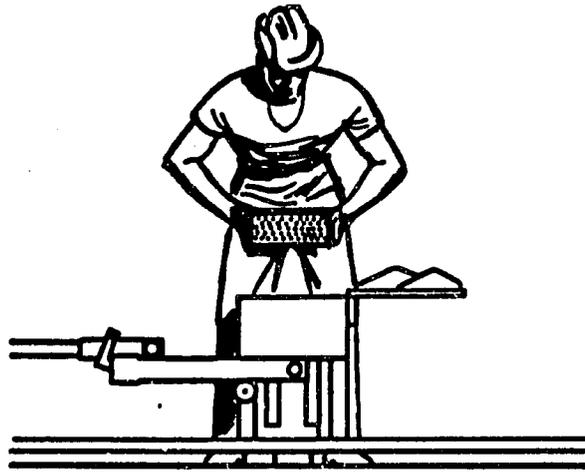

FIG. 13 - Enlèvement du bloc
(1) Appuyer sur les extrémités opposées du bloc avec les doigts fermés, les pouces tout près des doigts, et en utilisant une partie des paumes (voir Figure 13).